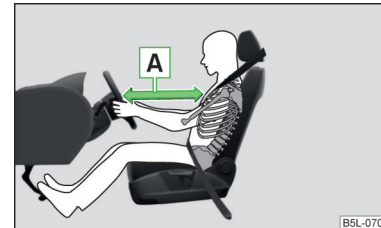

Fig. 9
- Atât pentru șofer cât și pentru pasagerul față este important să păstreze o distanță de aproximativ 25 cm față de volan, respectiv de planșa de bord » **fig. 9 - [A]**. Dacă nu se respectă această distanță, sistemul airbag nu își poate exercita eficiența maximă – pericol de moarte! Pe lângă acestea, scaunele din față și tetierele trebuie să fie întotdeauna reglate în funcție de mărimea corpului.